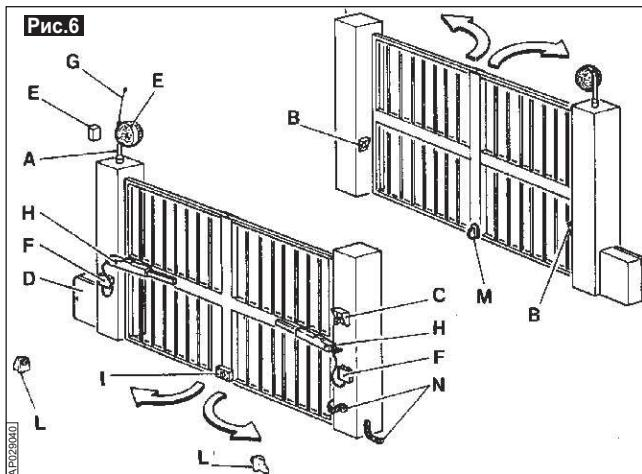

Рис.6
2.5 РАЗМЕЩЕНИЕ КОМПОНЕНТОВ СИСТЕМЫ (рис.6)
- При подключении электрооборудования внимательно следуйте инструкциям для каждого компонента системы, в соответствии с диаграммой на **рис.6**.